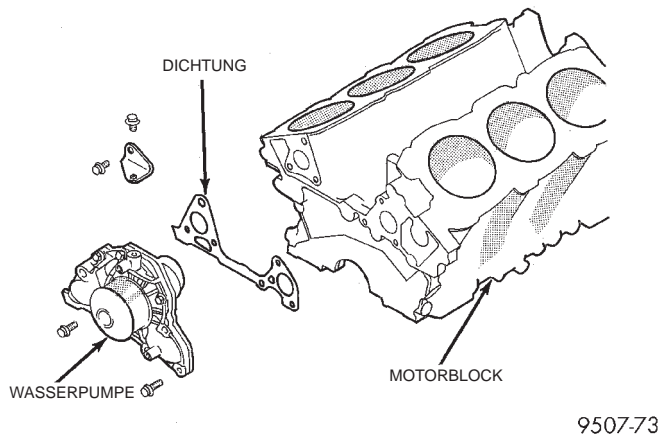
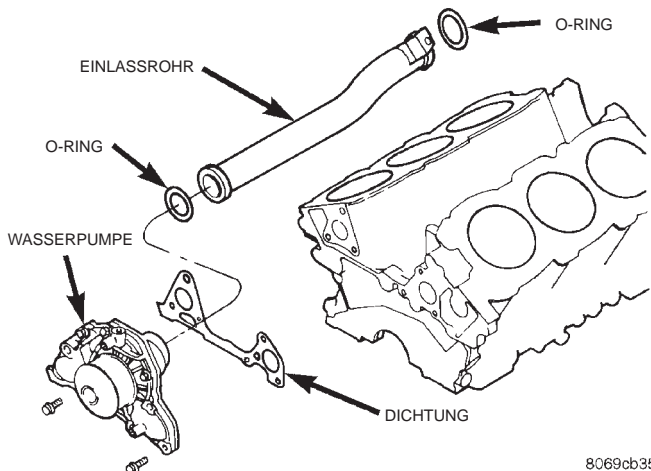

Abb. 24 Wasserpumpe—2.5L-Motor
Abb. 25 Einlaßrohr der Wasserpumpe
(2) Die Befestigungsschrauben der Wasserpumpe lösen.
(3) Das Einlaßrohr von der Wasserpumpe abziehen (Abb. 25) und die Pumpe ausbauen (Abb. 24).